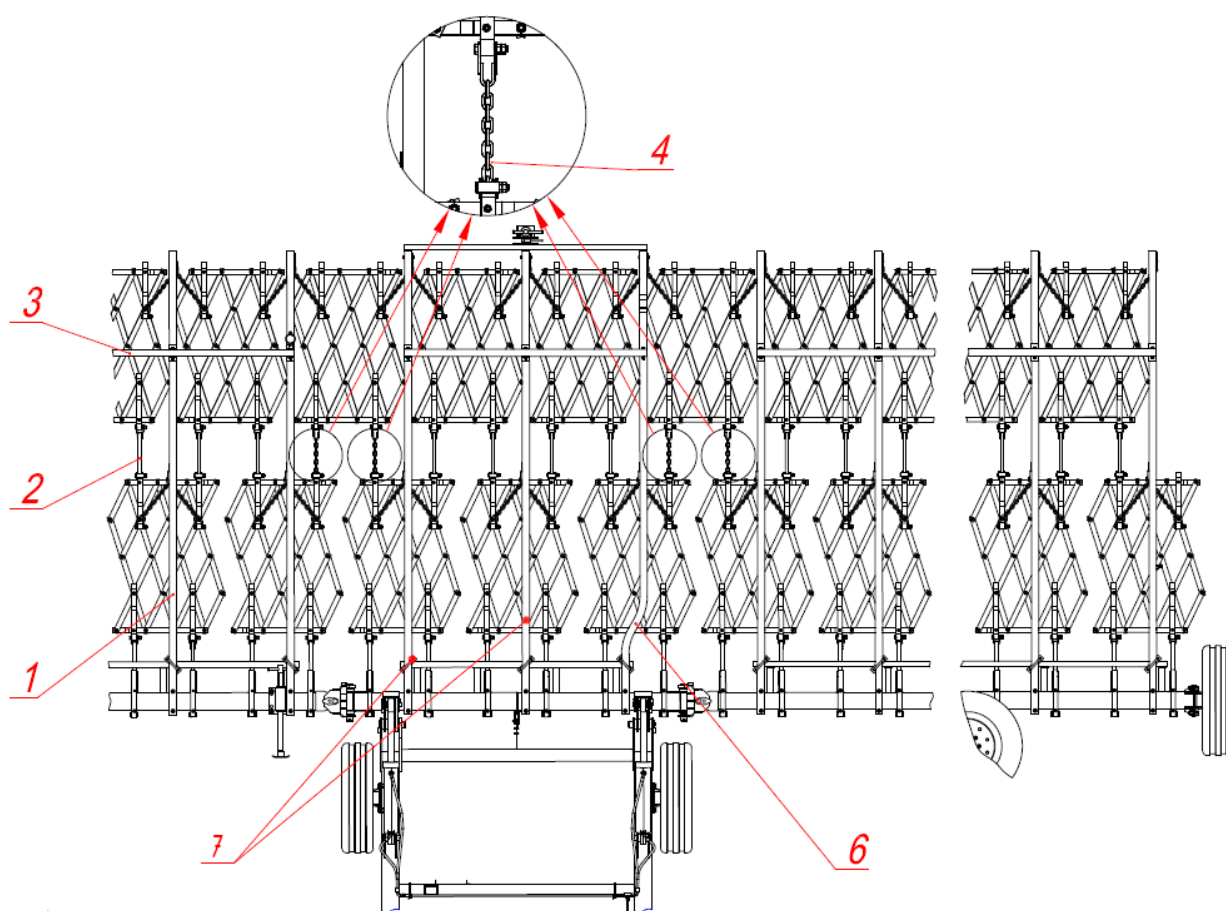

Рис.14 Установка штанг и поводков
- подсоединить к кронштейну (рис.21) 21 поводок 22 или цепной поводок 4 (рис.14), а к поводкам второй ряд зубовых борон;